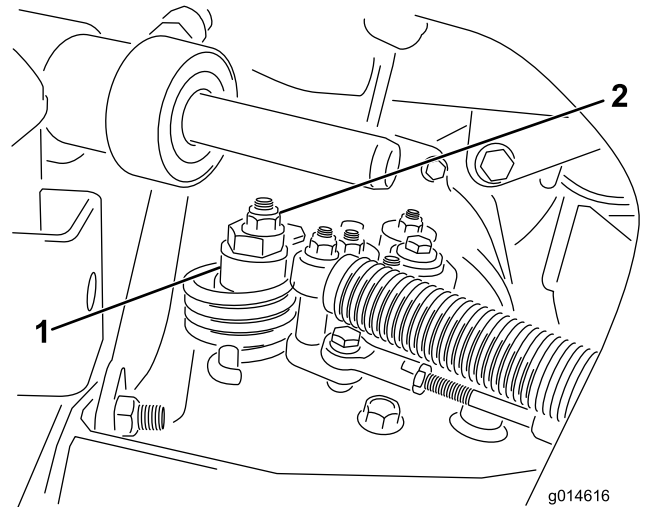

图 35
A. 松开将偏心螺栓固定到静液压泵顶部的螺母图 35。
- C. 旋转偏心螺栓直到不再出现任何方向的缓慢前移。当轮子停止旋转时旋紧螺母锁定偏心螺栓和调整图 35。将油门移至慢速和快速位置验证调节情况。